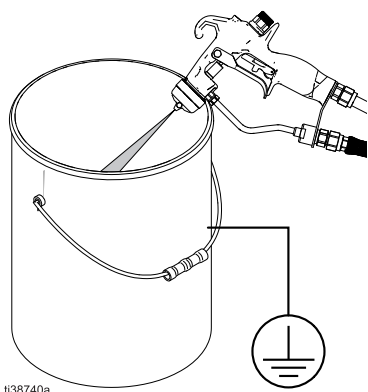

FIG. 11: Alivie la presión de la pistola
5. Apriete firmemente una parte metálica de la pistola contra un cubo metálico conectado a tierra. Dispare la pistola para liberar la presión. Consulte la FIG. 11.